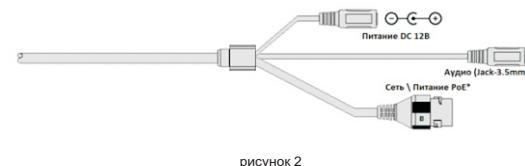

рисунок 2
- с аудиоразъемом (рисунок 2).